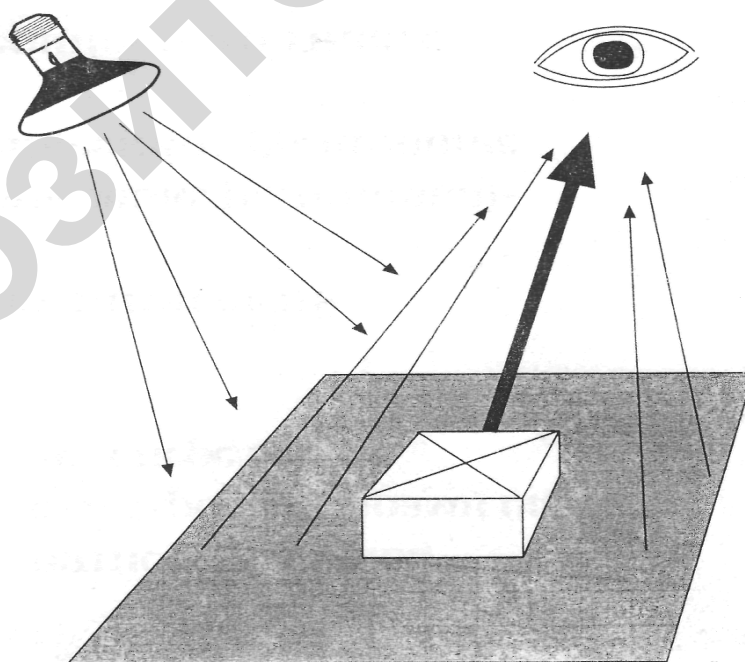

Рис. 9. Яркость воспринимается глазом как единица света, отражаемого с поверхности
**Яркость** выражается в канделах на м2 ( $\text{cd}/\text{m}^2$ ) и является мерой светового воздействия на глаза человека от облучаемой поверхности («ощущаемая яркость»). Яркость определяется как сила света по отношению к проекции, освещенной поверхности, перпендикулярной направлению зрения. Другими словами, яркость - это сила света относительно величины восприятия глазом освещенной поверхности (см. рис. 9).